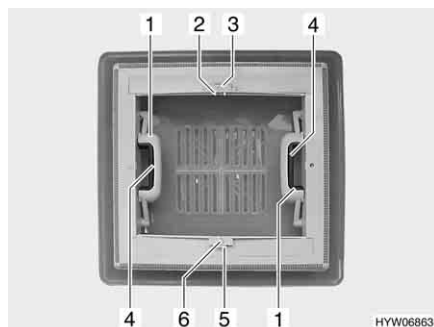

Fig. 18 Oblò a scatto
Apertura: ■ Premere la chiusura a scatto (Fig. 18,4) verso l'interno dell'oblò. Premere contemporaneamente verso l'alto l'oblò con la maniglia (Fig. 18,1).
Chiusura: ■ Tirare con forza verso il basso le due maniglie (Fig. 18,1) dell'oblò, fino a quando non scattano entrambe le chiusure.
Chiusura: ■ Premere l'arresto (Fig. 18,5) verso il lato esterno dell'oblò.
■ Tirare l'oscurante a rullo per la maniglia (Fig. 18,6) fino alla maniglia contrapposta della zanzariera a rullo (Fig. 18,2) e farla innestare.
Apertura: ■ Serrare la maniglia (Fig. 18,2). L'arresto si sblocca.
■ Ricodurre lentamente l'oscurante a rullo accompagnandolo con la maniglia (Fig. 18,6).
Chiusura: ■ Premere l'arresto (Fig. 18,3) verso il lato esterno dell'oblò.
■ Tirare la zanzariera a rullo per la maniglia (Fig. 18,2) fino alla maniglia contrapposta dell'oscurante a rullo (Fig. 18,6) e farla innestare.
■ Ricodurre lentamente la zanzariera a rullo accompagnandola con la maniglia (Fig. 18,2).